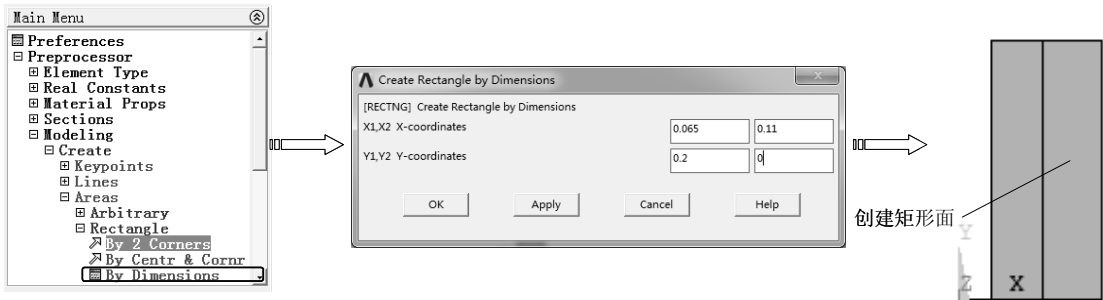

图 8-57 几何尺寸创建矩形面
2) 选择“Main Menu>Preprocessor>Modeling>Create>Areas>Rectangle>By Dimensions”命令，弹出“Create Rectangle by Dimensions”对话框，输入顶点坐标 (0.065, 0.2)、(0.11, 0)，创建矩形面，如图 8-57 所示。